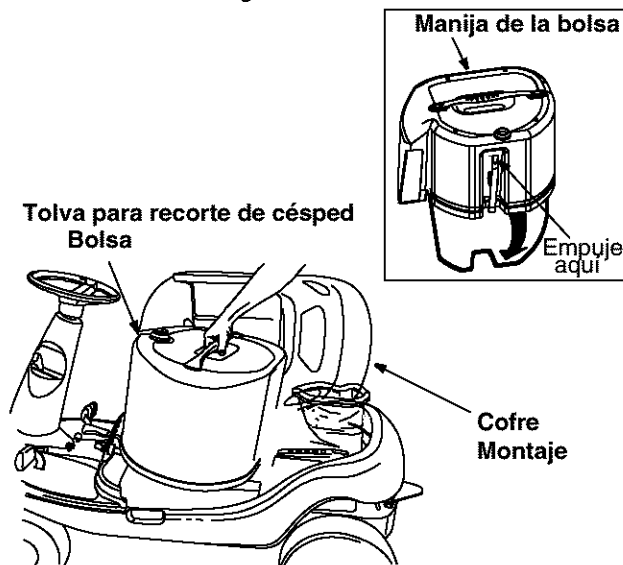

Figura 7
- Abra el cofre. Jale hacia arriba la bolsa de recorte por la manija y llévela al sitio apropiado para desecho. Vea Figura 7.
- Sostenga la bolsa alejada de su cuerpo. Empuje la palanca de la bolsa y deje que la sección inferior de la bolsa caiga. Los recortes de césped caerán por el fondo. Vea Figura 7.